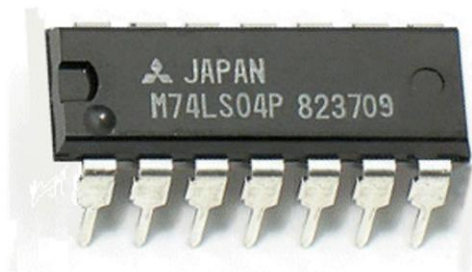

Figura 2 - Hex Inverter 74LS04: Circuito integrato
- come nel componente reale (vedi *Figura 2*) la scanalatura posta al centro del *lato corto* (a sinistra, vista *dall'alto*) sta ad indicare il punto di partenza della numerazione dei 14 piedini previsti per questo integrato: essi si dovranno contare in sequenza da 1 a 14 in senso antiorario